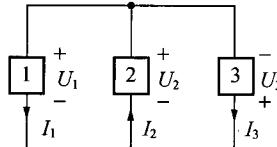

图 1-10 例 1.2 电路图
【例 1.2】 在如图 1-10 所示的电路中有三个元件, 已知 $U_1 = 5 \text{ (V)}$, $U_2 = 5 \text{ (V)}$, $U_3 = -5 \text{ (V)}$, $I_1 = 2 \text{ (A)}$, $I_2 = 5 \text{ (A)}$, $I_3 = 3 \text{ (A)}$, 求各元件吸收或发出的功率。